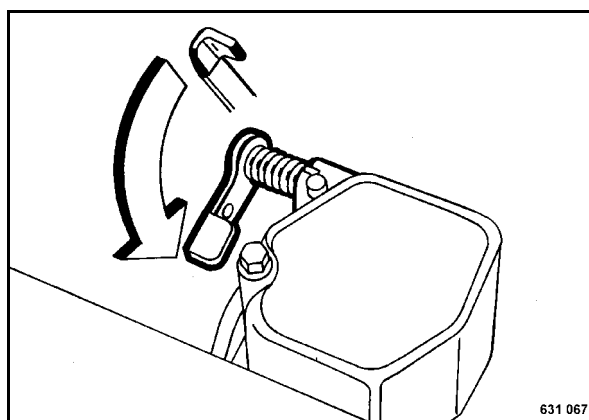

рис. 24
- Нажать декомпрессионный рычаг (рис. 24) в направлении стрелки до упора.